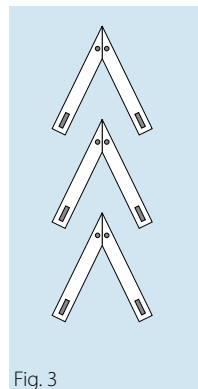

Fig. 3
- Con la disposición de solapas en forma de V de los perfiles de deslizamiento (fig. 3/4), la banda se apoya en toda su anchura. De esta forma el desgaste se distribuye de modo uniforme, pudiendo ser admitidas altas cargas.